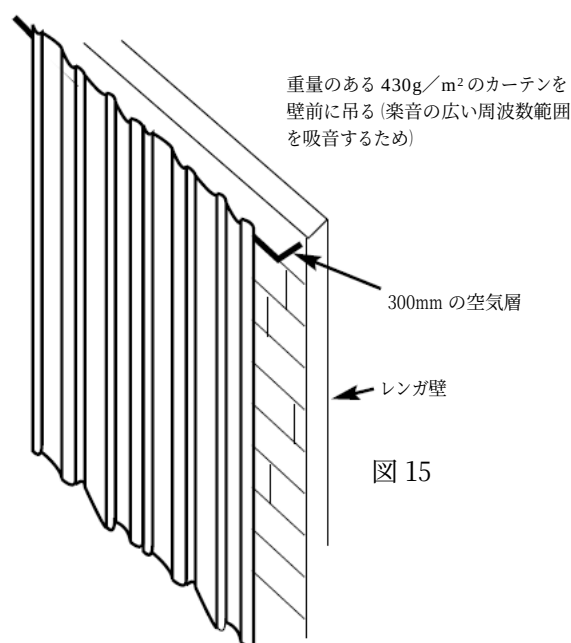

図 15
- 重量のあるカーテンもまた適切に使用すれば吸音効果があります。面密度430g/m²のビロードカーテンを使用し、2倍ひだを取って反射壁の手前30cmあたりに吊ってください。この閉じ込めた空気層はカーテンの吸音効果を低域まで伸ばすために非常に重要なものなのです。(図15参照)